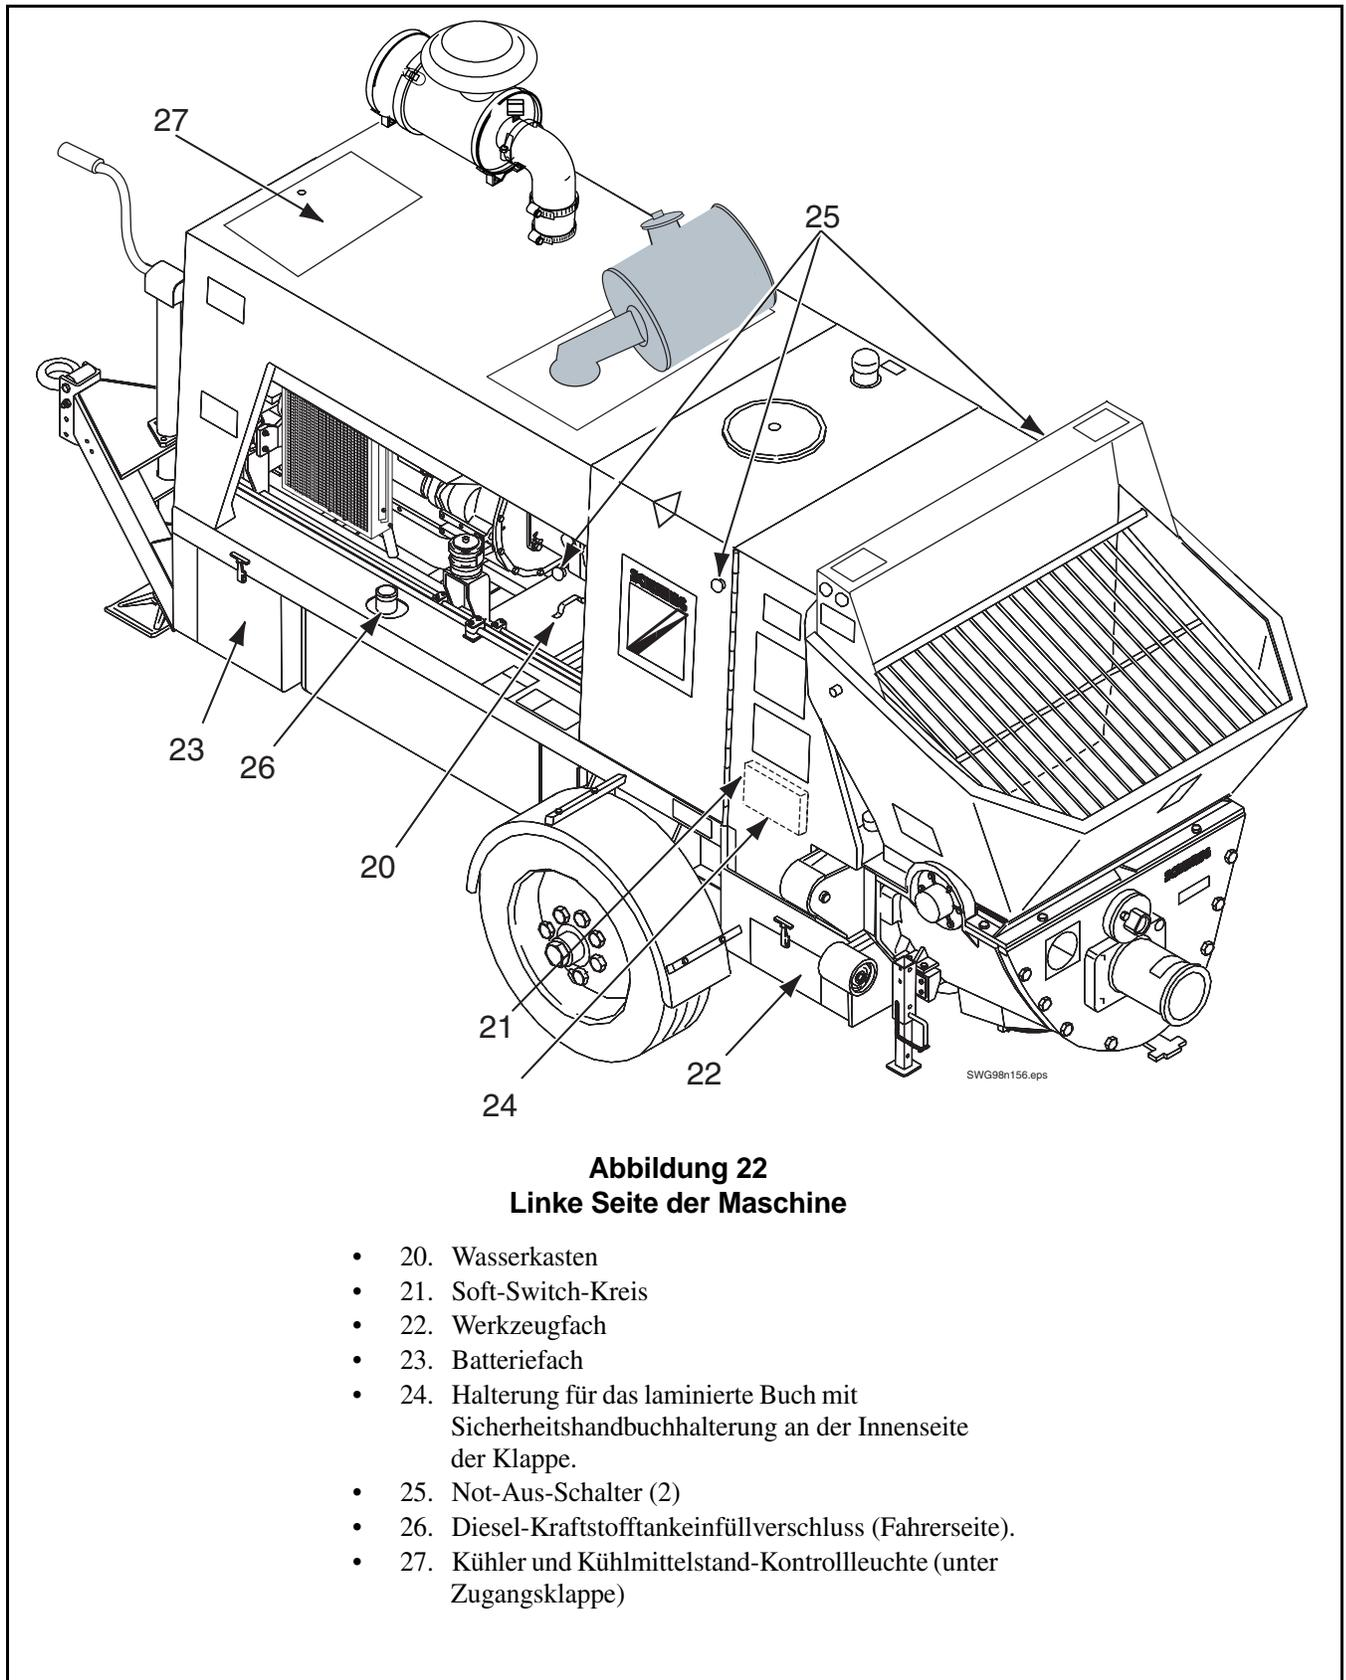

Abbildung 22
- Leg.nr. 26. Diesel-Kraftstofftankeinfüllverschluss (Abbildung 22).